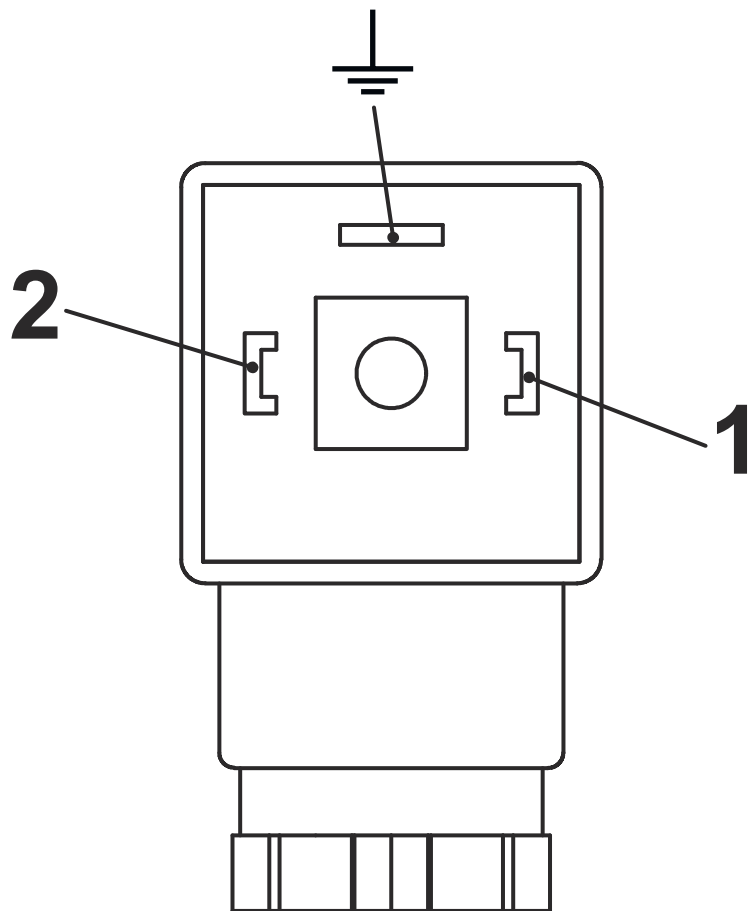
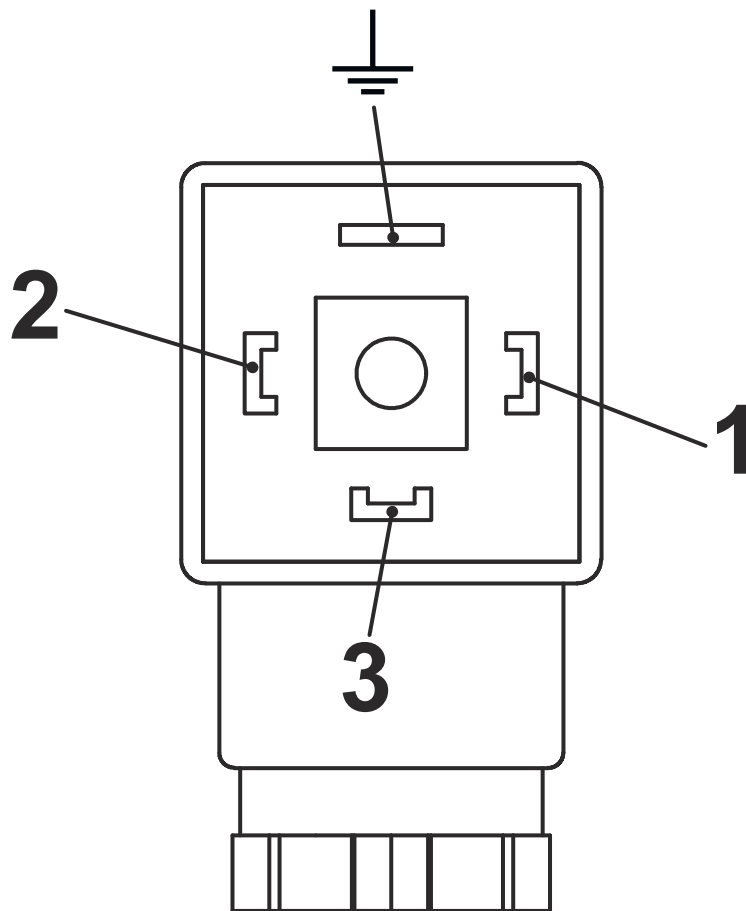

Abb. 18: Pin-Belegung Steckerdose Schließer (Form 30x70)
Abb. 19: Pin-Belegung Steckerdose Wechsler (Form 30x70)
6. Anschluss gemäß den Anschlussbildern (Abb. 18 und Abb. 19) vornehmen